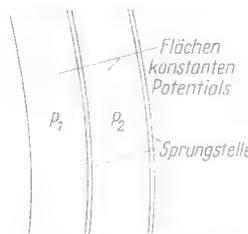

Bild 20. Unterteilung eines Potentialfeldes in Flächen konstanten Potentials
- a) Man nimmt an, daß das Potential sich nicht stetig, sondern in kleinen Sprüngen ändert. Das Elektron durchläuft eine kleine Fläche konstanten Potentials O— $P_1$ , dann folgt eine Sprungstelle, in der sich das Potential von  $P_1$  auf  $P_2$  ändert. An diese Sprungstelle schließt sich wieder eine kleine Fläche konstanten Potentials ( $P_2$ ) an (Bild 20).
Nach dem Verdrahten des übrigen Geräts wird das Chassis eingebaut. Es wird mit zwei Schrauben M3 bei R und S auf der Befestigungsleiste angeschraubt und mit einer Schraube wird es am Drehkondensator befestigt. In Bohrung R wird noch die Abschirmung (Bild 20) aus 0,5-mm-Aluminiumblech befestigt, da sonst Kopplungserscheinungen zwischen Ferritstab und Nf-Stufe auftreten können, besonders am langwelligen Ende der Abstimmung.